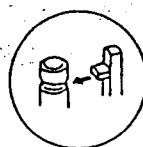

图1-63
1. 拆卸时应小心谨慎, 切勿使如图1-63所示卡扣于卷带盘装挂齿轮以及供带盘装挂齿轮上的部件变形损伤。